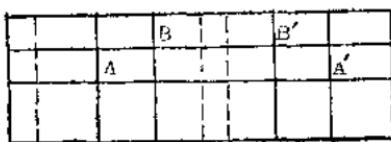
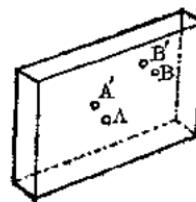

图 27
图 28
a. 先在铁皮上根据两个齿轮的大小，如图 27 划线，定出两个齿轮轴穿在上面的 AA' 与 BB' 四点位置，然后按图 28 折起来，在 AA' 和 BB' 处钻小孔，把齿轮轴穿在孔中。在划线钻孔时要注意，小齿轮是蜗轮跟大齿轮之间的过桥齿轮，所